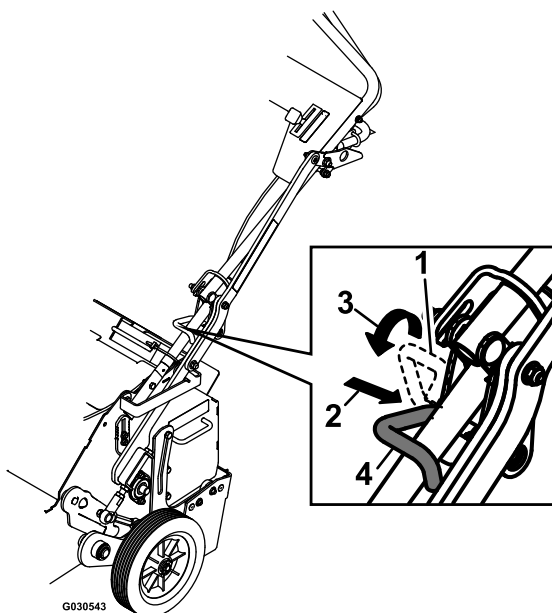

Figure 23
2. Placez la goupille de verrouillage de transport (Figure 23) à la position TRANSPORT sur le guidon.